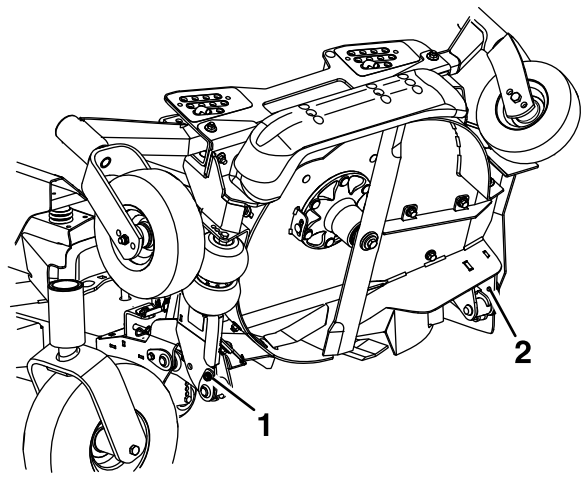
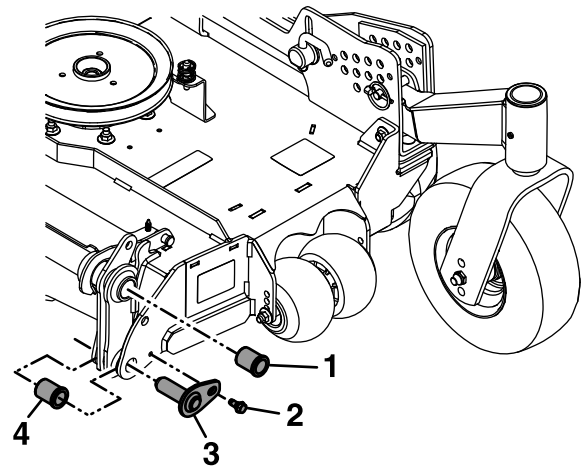

Figure 83
Figure 86
7. Desserrez les boulons qui fixent les axes de pivot supérieurs sur le tablier, mais ne les retirez pas (Figure 83).
14. Retirez les douilles à embase des points de pivot supérieurs et nettoyez l'alésage (Figure 86).
18. Retirez et conservez les boulons des points de pivot inférieurs (Figure 83 et Figure 86).